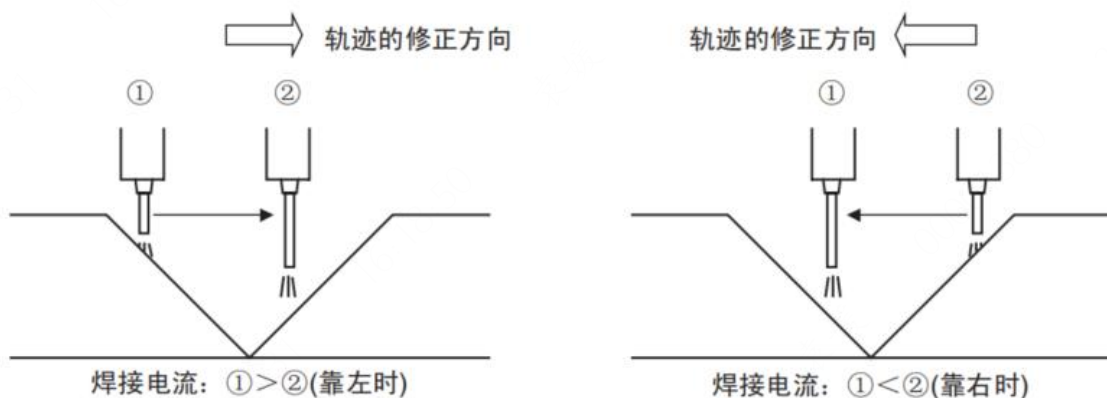

图 3-26 电弧跟踪修正轨迹示意图
此外，如下图 3-26 所示，如果焊枪朝左或朝右偏移，①、②的焊接电流将不相同。对此，将通过电弧传感比较①、②的焊接电流，修正轨迹使得两者的焊接电流值相同。